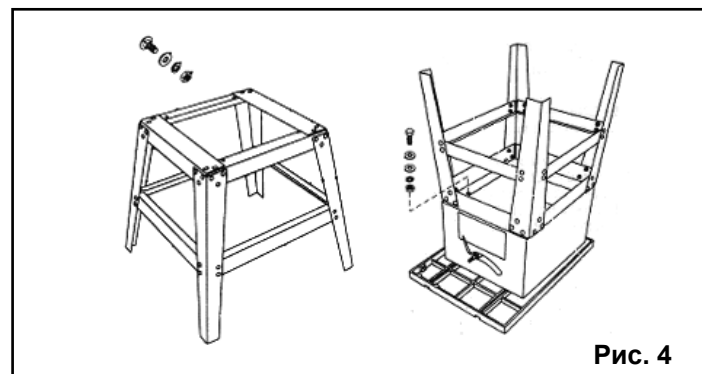

Рис. 4
8.1.1. Соберите основание как показано на Рис. 4 и схеме сборки, установите и закрепите его на корпусе пилы при помощи болтов, шайб, пружинных шайб и гаек (см. комплектность). На стойках основания установите и закрепите резиновые опоры (22).